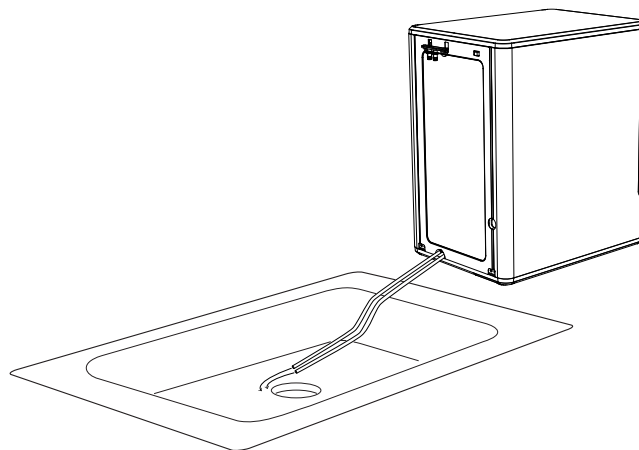

Figura 5
- Desenganche la parte superior de las mangueras de drenaje sobre la parte trasera de la unidad. Consulte la Figura 5.